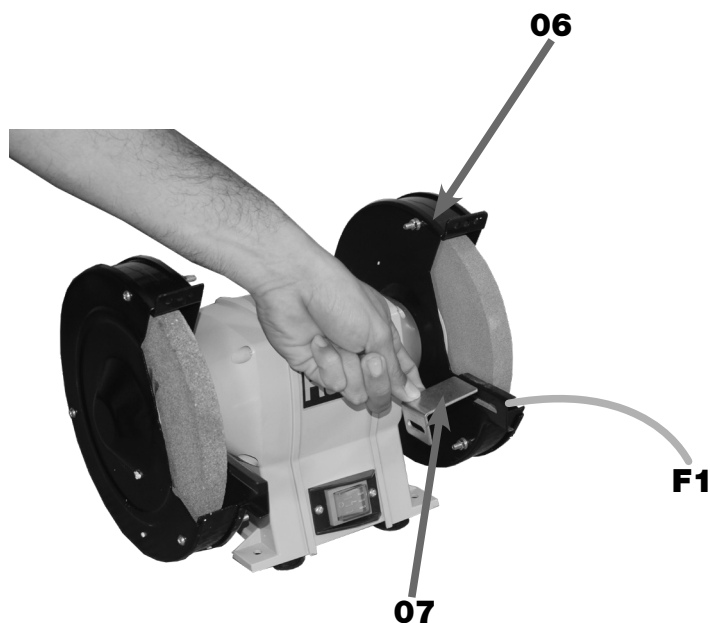

FIGURA 07 – Posicionamento da Base de Apoio
2. POSICIONAR a Base de Apoio (07) alinhada com o furo **F1** da Tampa de Proteção do Rebolo (06) (Figura 07);